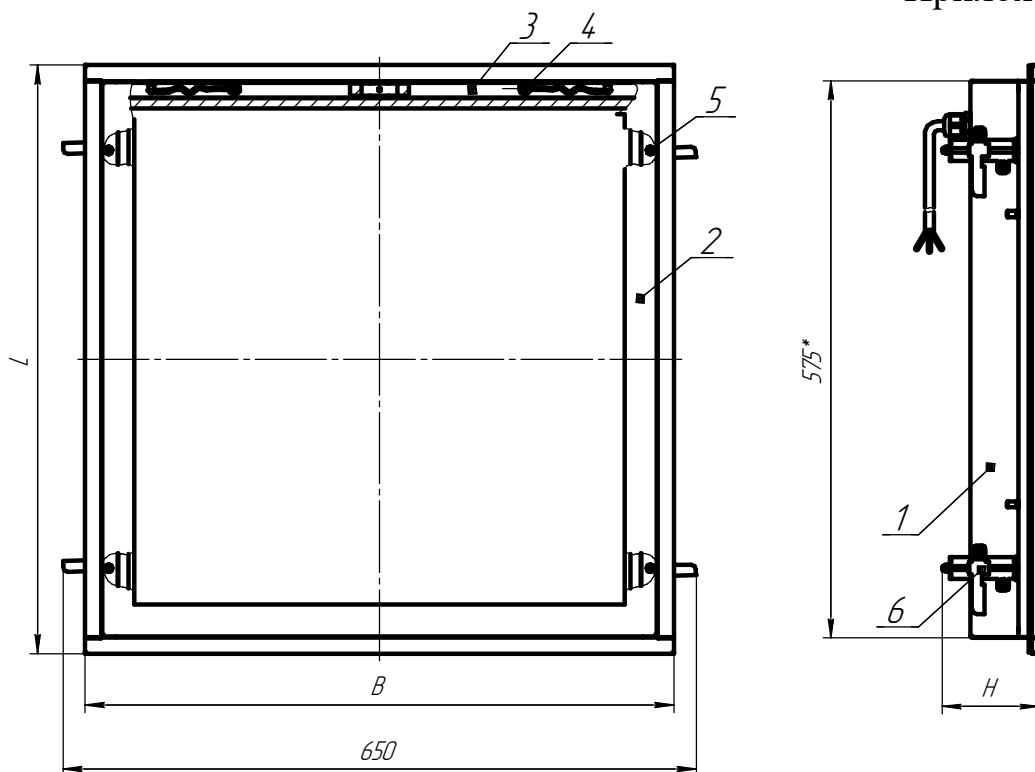

Рис.1 Общий вид светильника.
4.2 Светильник состоит: из корпуса в сборе поз.1, в котором размещена электрическая схема; обечайки декоративной поз.2, обечайки в сборе поз.3 которая закреплена на корпусе в сборе при помощи фиксирующих винтов поз.4 и подвесов поз.6 рисунок 1.
6.3. Снимите декоративную обечайку поз.2 рисунок 1
6.12. Снимите декоративную обечайку поз.2 рисунок 1